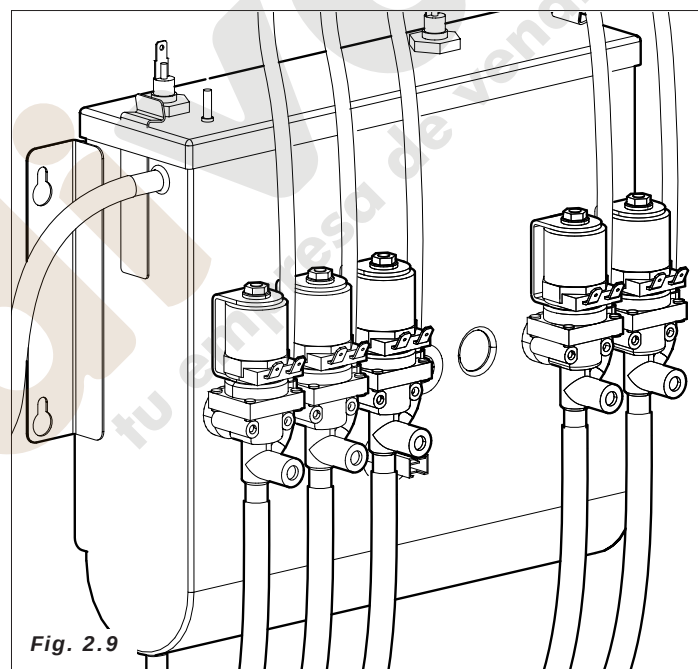
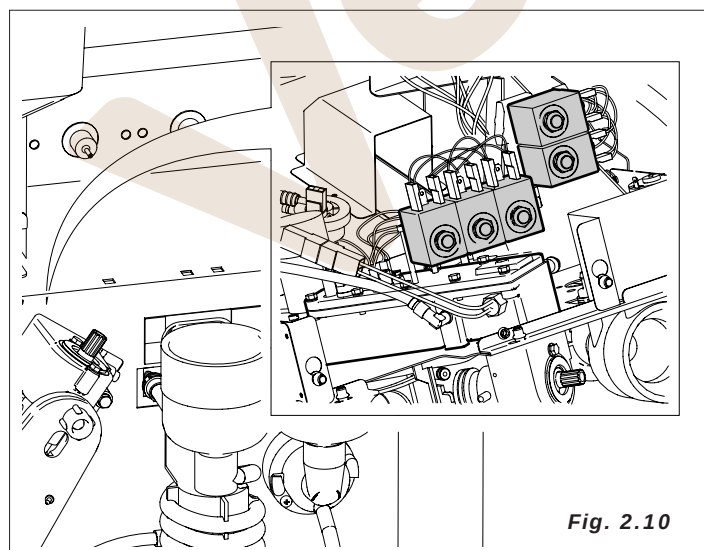

Fig. 2.9
Fig. 2.10
- La electroválvula fijada sobre la caldera solubles (Fig.2.9) o sobre la caldera café (Fig.2.10). se activa para cargar en la batidora la cantidad de agua programada.